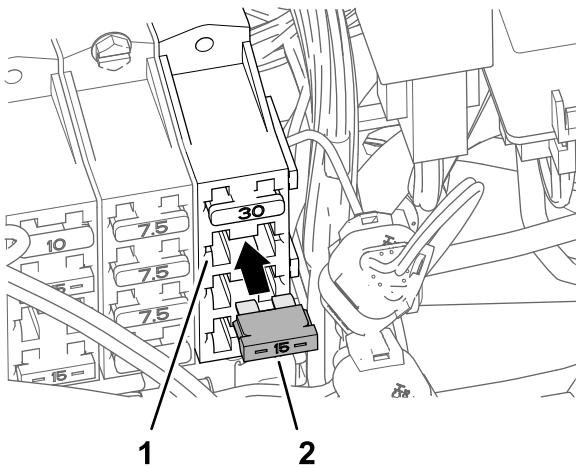

图 190
- 将保险丝 15A 插入保险丝盒 3 的保险丝槽 2 直至保险丝完全到位 图 190。